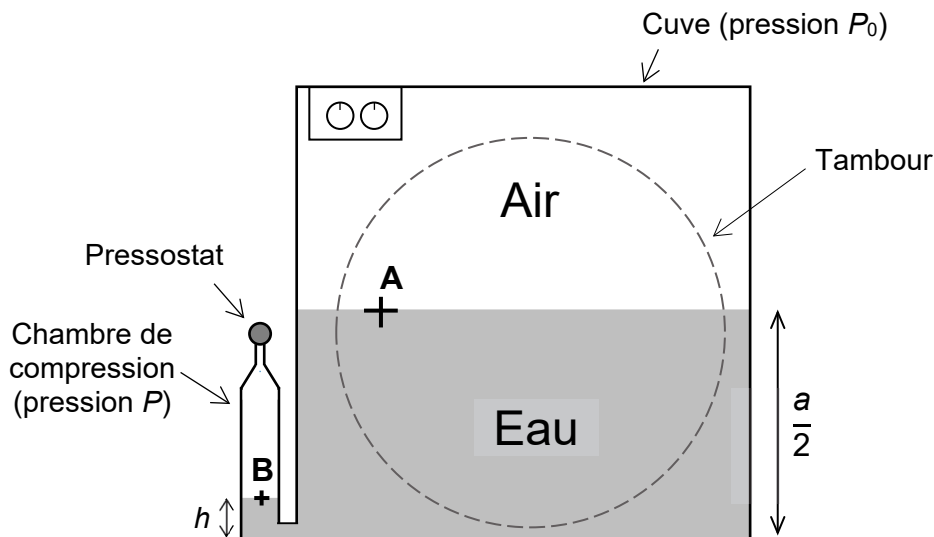

Figure 1. Schéma de la cuve et du pressostat d'un lave-linge
**Q6.** Retrouver la valeur de la surpression  $\Delta P$  lors du test à l'aide de la loi fondamentale de la statique des fluides appliquée entre les points A et B de la figure 1.